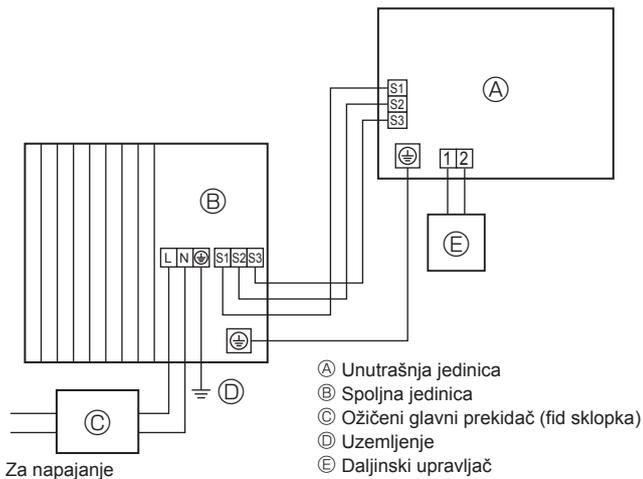
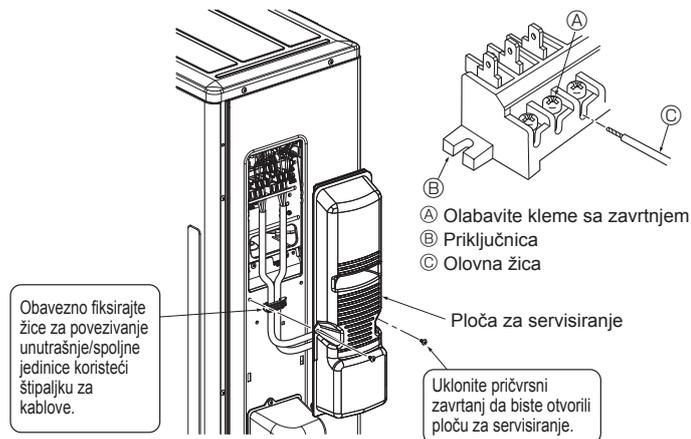
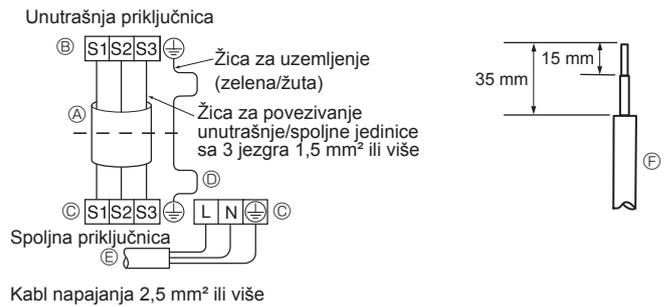

Fig. 6-1
Fig. 6-3
Fig. 6-2
### 6.1. Spoljna jedinica (Fig. 6-1, Fig. 6-2, Fig. 6-3)
- ① Skinite ploču za servisiranje.
- ② Povežite kablove u skladu sa slikama Fig. 6-1, Fig. 6-2 i Fig. 6-3.
- Sprovedite ožičenje kako je prikazano na dijagramu u donjem levom uglu. (Nabavite kabl u radnji) (Fig. 6-2)